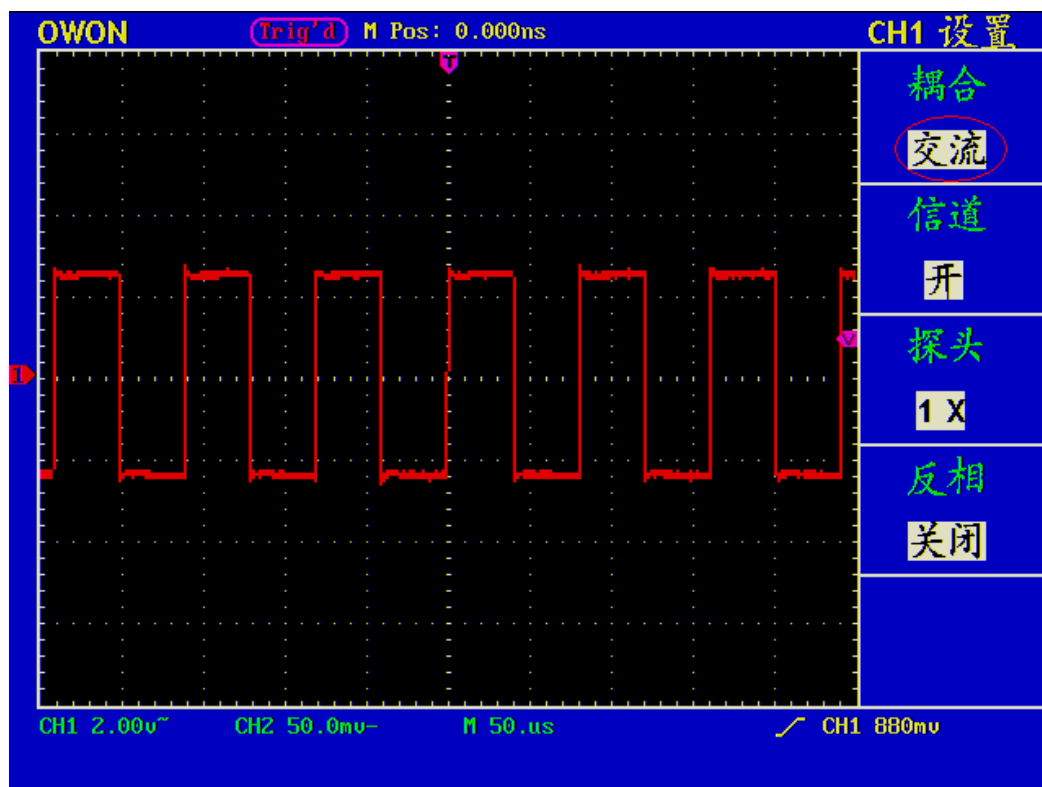

图 15 交流耦合波形图
2、按 **F1** 菜单选择按键，选择耦合为 **交流** ， 设置为交流耦合方式。被测信号含有的直流分量被阻隔。波形显示见图 15。